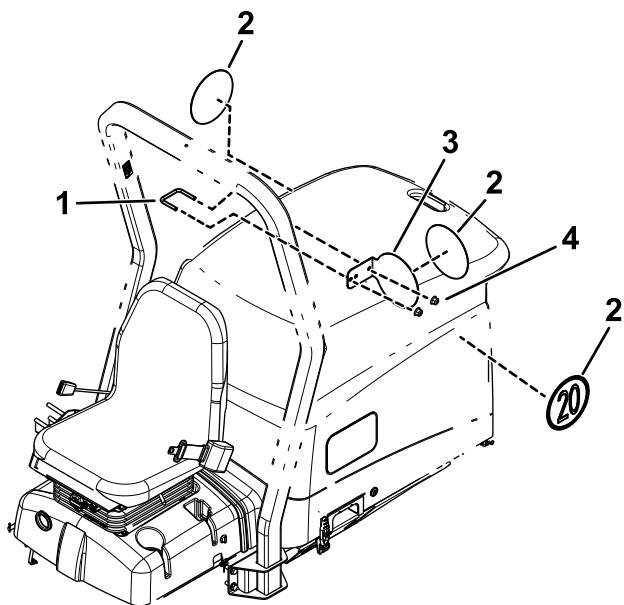

Figura 24
1. Applicare un segnale su entrambi i lati della macchina (Figura 24).
2. Utilizzate un bullone a U e 2 dadi flangiati ($\frac{3}{8}$ " per fissare la piastra di velocità sul lato sinistro del roll bar (Figura 24).
3. Applicate un segno sulla piastra di velocità (Figura 24).